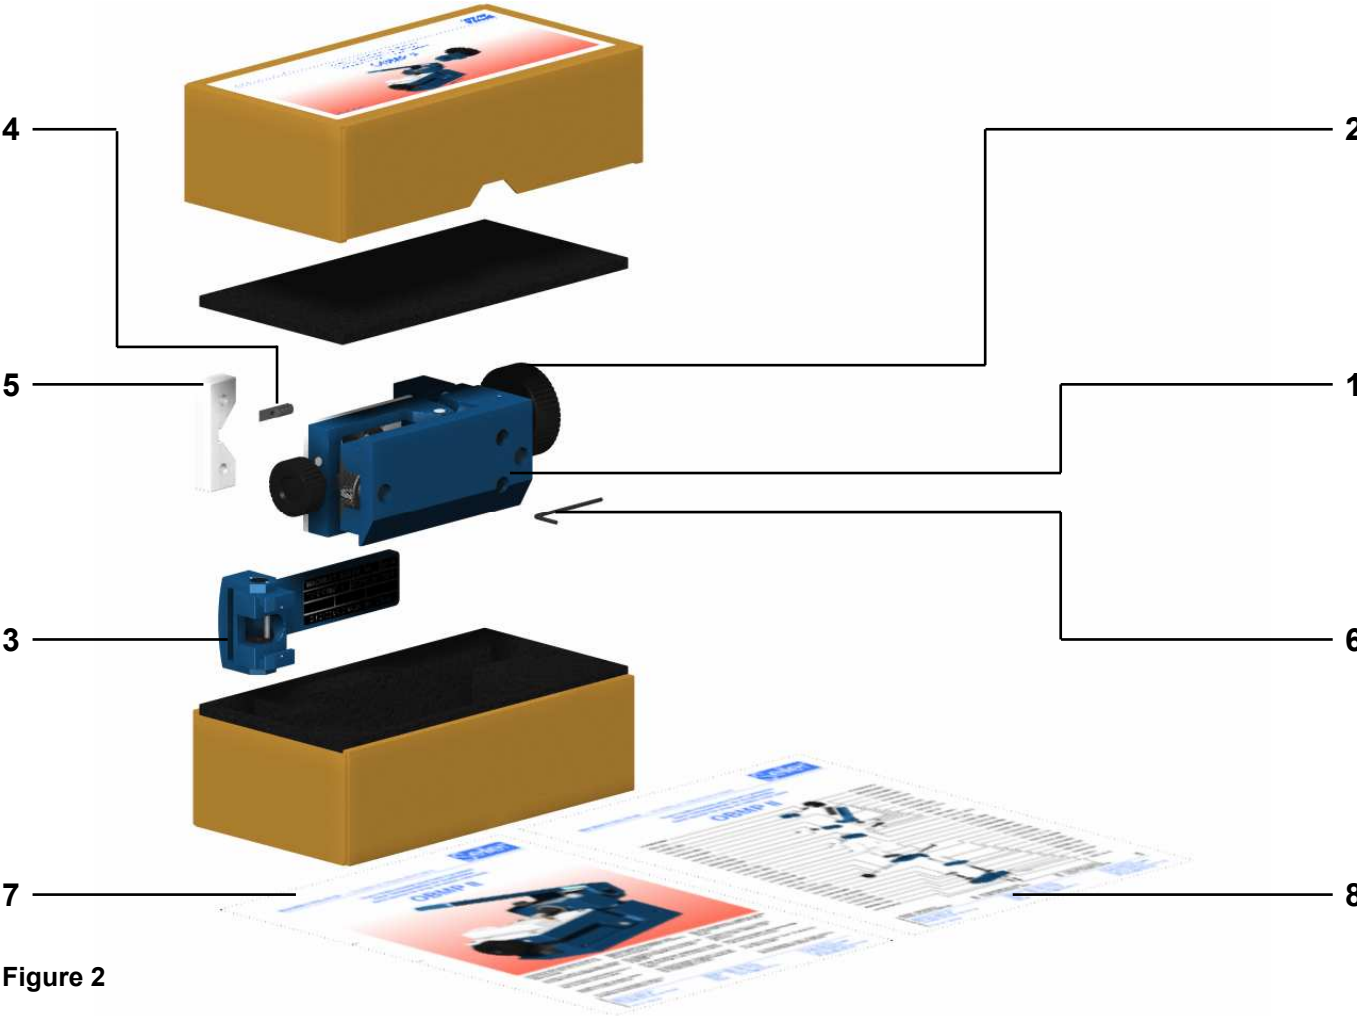
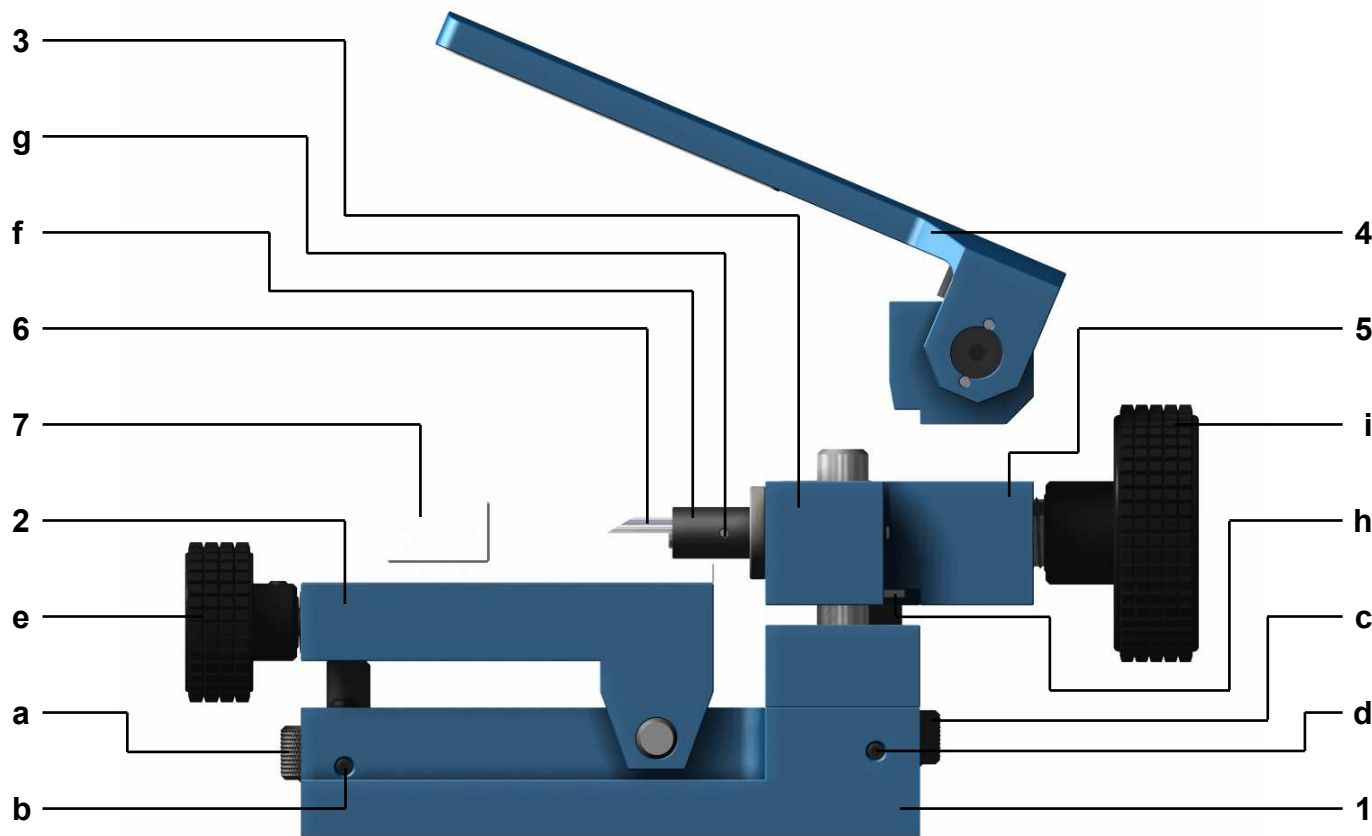
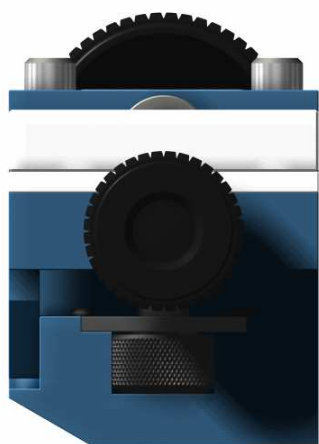
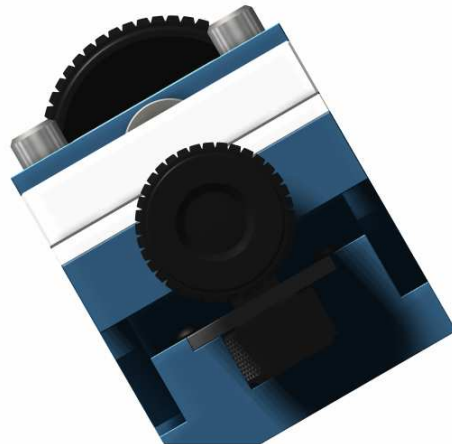

Figure 2
Figure 3
Figure 4
Figure 5
- Un ouvre-boîte manuel pour fond à pression (1, figure 2) équipé de son actionneur à vis (2, figure 2).
- Un poussoir à levier (3, figure 2).
- Un couteau à bout plat Ø6 à 30° (4, figure 2).
- Un appui standard pour boîtes Ø20 à 40 mm (5, figure 2).
- Une clé mâle hexagonale coudée 2 mm (6, figure 2).
- Ce mode d'emploi (7, figure 2), à lire attentivement en premier.
- Une liste de pièces de rechange (8, figure 2).
Comme le point de pivotement de la table (2, figure 3) ne correspond pas avec le point de pénétration du couteau, tout changement d'angle d'inclinaison de la table modifie la position de ce point. Par conséquent, il faut régler l'angle d'inclinaison de la table avant de régler le point de pénétration.
1. Pour régler un angle précis, utilisez un rapporteur d'angle réglé sur l'angle voulu. Pour une inclinaison positive de 3°, il faut le régler sur 87° (90° - 3° = 87°), pour une inclinaison négative de 2°, le réglage est 92° (90° + 2° = 92°). Placez le rapporteur entre la table (2, figure 3) et la tête porte couteau (3, figure 3), retirez l'appui (7, figure 3) si nécessaire. Débloquez la molette de réglage de l'inclinaison (a, figure 3) et ajustez la jusqu'à ce que l'angle voulu soit obtenu (pour un angle positif, tournez la molette à gauche, angle négatif à droite). Une fois ce réglage fait, n'oubliez pas de rebloquez la molette.
15. Débloquez la molette de réglage de la hauteur du couteau (c, figure 3) et réglez la hauteur du couteau un peu au-dessus du point de pénétration. Approchez l'appui jusqu'à ce que le couteau (6, figure 3) soit dans la position d'ouverture du couvercle. Débloquez la molette de réglage de l'inclinaison (a, figure 3) et ajustez la jusqu'à ce que l'angle voulu soit obtenu (pour un angle positif, tournez la molette à gauche, angle négatif à droite). Réglez la hauteur du couteau pour qu'il frôle la boîte sans la toucher avec la molette de réglage de la hauteur du couteau (c, figure 3). Une fois ces réglages fait, n'oubliez pas de rebloquez les molettes.
Huilez de temps en temps l'axe de guidage pour couteau (f, figure 3).
Cet ouvre-boîte se compose d'une base (1, figure 3), d'une table (2, figure 3), d'une tête porte-couteau (3, figure 3), d'un poussoir à levier (4, figure 3), d'un actionneur à vis (5, figure 3), d'un couteau à bout plat Ø6 mm avec un angle de 30° (6, figure 3) et d'un appui standard pour boîtes Ø20 à 40 mm (7, figure 3).
La base (1, figure 3) s'utilise en position horizontale (figure 4), mais, pour faciliter le réglage du couteau, elle peut pivoter de 30° vers l'arrière (figure 5). Elle comporte deux molettes de réglage. La première (a, figure 3) est utilisée pour régler l'inclinaison de la table (2, figure 3), respectivement de la boîte, par rapport au couteau (6, figure 3). Cette inclinaison va de -3° 30' à 7° 30'. Une fois le réglage de l'inclinaison effectué, on doit bloquer la molette (a, figure 3) avec la vis (b, figure 3) à l'aide de la clé (6, figure 2) fournie. La seconde (c, figure 3) est utilisée pour régler la hauteur de la lame du couteau (6, figure 3) par rapport à la surface de la table (2, figure 3). La plage de réglage va de 2 à 17 mm quand la table est horizontale. Une fois cette hauteur déterminée, on doit bloquer la molette (c, figure 3) avec la vis (d, figure 3) au moyen de la clé (6, figure 2).
La table (2, figure 3) comporte une molette (e, figure 3) permettant le réglage de la position de l'appui (7, figure 3) en fonction du diamètre de la boîte.
La tête porte-couteau (3, figure 3) est équipée d'un axe de guidage pour couteau (f, figure 3) maintenu en permanence contre le poussoir du poussoir à levier (4, figure 3), respectivement de la face d'appui de la vis de l'actionneur à vis (5, figure 3), par un ressort de rappel. Cet axe de guidage ne tourne pas et assure le maintien du couteau (6, figure 3) par une goupille transversale (g, figure 3).
Le poussoir à levier (4, figure 3) est d'un maniement plus simple et plus rapide que l'actionneur à vis (5, figure 3). Il permet une cadence de production élevée, mais son rapport de démultiplication de force variable (de 10 x à 40 x en fin de course) est inférieur à celle de l'actionneur vis. Pour le retirer, il faut basculer le levier complètement en arrière (dans cette position, l'axe de guidage (f, figure 3) n'appuie plus contre le poussoir du levier) et tirer le support levier contre le haut tout en maintenant fermement l'ouvre-boîte sur l'établi. Pour le mettre en place, il faut toujours basculer le levier en arrière avant d'engager le support levier dans les rainures de la tête porte-couteau (3, figure 3). Appuyez fermement sur le support levier jusqu'en butée contre les goupilles d'arrêt (g, figure 3). Le maintien du poussoir à levier est assuré par deux patins à ressort avec bille. Remarque: Sur la face antérieure du levier (face plate) se trouve la plaquette signalétique avec le n° de série de l'ouvre-boîte.
L'actionneur à vis (5, figure 3) est d'un maniement plus lent (un tour de vis fait avancer l'axe de guidage pour couteau (f, figure 3) de 1,5 mm) que le poussoir à levier (4, figure 3), mais son rapport de démultiplication de force, constant, est de 80 x. Son retrait ou sa mise en place est identique au poussoir à levier, sauf que là, c'est la vis qui doit être dévissée jusqu'à ce qu'elle n'appuie plus sur l'axe de guidage pour couteau.
Le couteau à bout plat Ø6 mm avec un angle de 30° (6, figure 3) convient pour ouvrir la plupart des boîtes. Sur demande, nous pouvons fournir des couteaux Ø6 mm avec un autre angle, la gamme va de 10° à 45° par pas de 5°, des couteaux Ø10 mm avec un angle allant de 20° à 45° par pas de 5° ou des couteaux de forme (bout arrondi convexe ou concave, Ø4 mm, etc...) selon vos spécifications. Pour retirer le couteau, il faut le tenir fermement entre le pouce et l'index et tirer. Attention, le bout du couteau est tranchant! Par conséquent, manipulez le couteau avec précaution pour ne pas vous blesser. Pour le mettre en place, il faut l'introduire dans l'axe de guidage pour couteau (f, figure 3) jusqu'à ce que la fente du couteau soit positionnée sur la goupille transversale (g, figure 3) de maintien (tournez légèrement à droite et à gauche pour trouver la bonne position). Attention, le plat du couteau doit toujours être orienté contre la table et le biseau contre le haut comme illustré (voir figure 3), si non, on endommage la boîte (le biseau du couteau soulève le couvercle de la boîte et le plat maintien celle-ci contre la table, par contre dans l'autre sens, le biseau essaierait d'enfoncer la boîte dans la table!).
L'appui standard pour boîtes Ø20 à 40 mm (7, figure 3) convient pour maintenir la plupart des boîtes ronde d'un diamètre de 20 à 40 mm dont le point d'ouverture (olivette) se trouve à l'opposé du remontoir et perpendiculaire à l'axe du bracelet. Pour les boîtes de dimensions ou de formes différentes, nous pouvons, sur demande, fournir des appuis sur mesure selon vos spécifications (nous fournir les plans et/ou un modèle de la boîte). Pour retirer l'appui, il faut tenir fermement la table de l'ouvre-boîte contre l'établi et tirer sur l'appui contre le haut pour le dégager des goupilles de la table. Pour mettre en place un appui, il faut d'abord l'orienter correctement (face d'appui de la boîte en direction du couteau et bas de l'appui contre la table) et l'engager sur les goupilles de la table jusqu'à l'appui sur celle-ci.
Le choix entre le poussoir à levier (4, figure 3) et l'actionneur à vis (5, figure 3) est déterminé par la force nécessaire pour l'ouverture de la boîte et la quantité de boîtes à ouvrir. En général, on utilisera le poussoir à levier pour ouvrir de grandes quantités de boîtes, mais, dans le cas où un contrôle précis de la pénétration du couteau pour des boîtes délicates est nécessaire, on préférera l'utilisation de l'actionneur à vis. Pour l'ouverture d'une boîte unique ou de la première boîte d'une série, on doit impérativement utiliser l'actionneur à vis.
1. Vérifier que la table est horizontale. Si non, débloquez la molette de réglage de l'inclinaison (a, figure 3) et ajustez la jusqu'à ce que la table soit horizontale. Remarque: La table est horizontale lorsque la hauteur entre la base de l'ouvre-boîte et la surface de la table est identique quelque soit l'endroit où on pratique la mesure. Une fois ce réglage fait, n'oubliez pas de rebloquer la molette.
2. Montez l'actionneur à vis (5, figure 3).
3. Sortez complètement le couteau (6, figure 3) en vissant à fond la poignée (i, figure 3) de l'actionneur à vis.
5. Eloignez suffisamment l'appui (7, figure 3) en vissant la molette de la table (e, figure 3) pour pouvoir placer la boîte sur la table (2, figure 3).
6. La boîte en place, débloquez la molette de réglage de la hauteur du couteau (c, figure 3) et réglez la hauteur du couteau un peu au-dessus du point de pénétration.
7. Approchez le couteau du point de pénétration en déplaçant l'appui (7, figure 3) contre celui-ci avec la molette de la table (e, figure 3).
8. Ajustez avec précision la hauteur du couteau et bloquez la molette (a, figure 3). Pour faciliter ces réglages, vous pouvez basculer l'ouvre-boîte en arrière (voir figure 5).
9. Avancez le couteau pour ouvrir le couvercle en tournant lentement la poignée de l'actionneur à vis (i, figure 3). Arrêtez de tourner la poignée dès que le couvercle est ouvert pour ne pas endommager l'intérieur de la boîte.
11. Remplacez l'actionneur à vis (5, figure 3) par le poussoir à levier (4, figure 3).
12. Reculez suffisamment l'appui (7, figure 3) à l'aide de la molette de la table (e, figure 3), d'au moins 7 mm, pour ne pas endommager l'intérieur de la boîte.